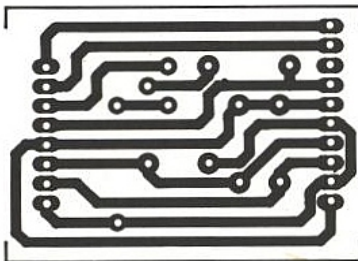

Figure 16
- le circuit d'interface (**figures 16 et 17**)